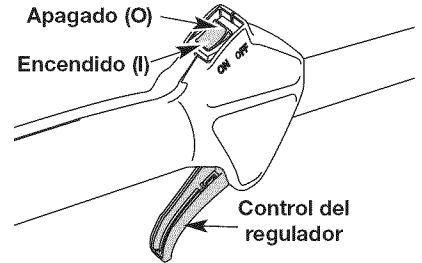

Fig. 2
**NOTA:** No hay necesidad de girar la unidad. Encendido/de parada el control (Fig. 2) está en la posición de trabajo siempre (I).
2. Coloque el control de encendido y apagado en posición de APAGADO (O) (Fig. 2).